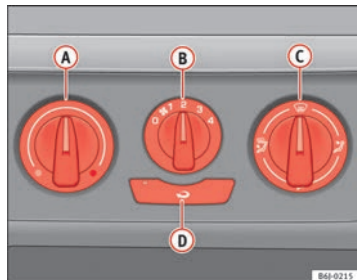

Fig. 103 Sur la planche de bord : éléments de commande du chauffage
- Tournez le régulateur de température ⇒ fig. 103 **A** vers la gauche.
- Tournez le régulateur de température ⇒ fig. 103 **A** vers la droite pour sélectionner la puissance de chauffage souhaitée.
- Tournez le régulateur de température ⇒ fig. 103 **A** vers la droite jusqu'à la puissance de chauffage maximum.
- Tournez le régulateur de température ⇒ fig. 103 (A) vers la zone de chauffage.
- Placez la commande de soufflante (B) sur l'une des vitesses 2-3.
- Fermez les diffuseurs (3).
- Ouvrez et orientez les diffuseurs (4) vers les fenêtres latérales.